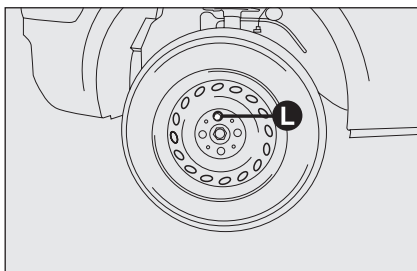

Abb. 5
- ☐ für Versionen mit Radkappen, die Radkappe abnehmen, nachdem die 3 Befestigungsbolzen abgeschraubt wurden, zuletzt den vierten **L-Abb. 5** Bolzen los-schrauben und das Rad abziehen;